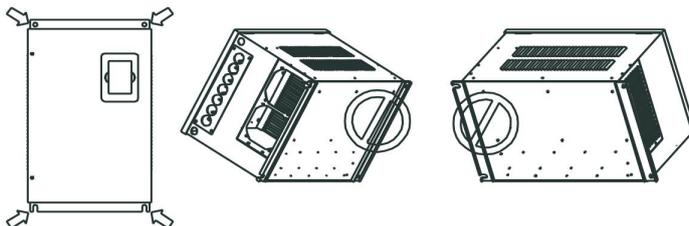

图 1-2 变频器垂直安装示意图
- ◇变频器装在控制柜内，应保证控制柜与外界通风流畅。请垂直安装变频器，便于热量向上散发，不能倒置（详见图 1-2）；若柜内有较多变频器时，为保证变频器的散热空间最好将变频器并排安装；在需要上下安装时，